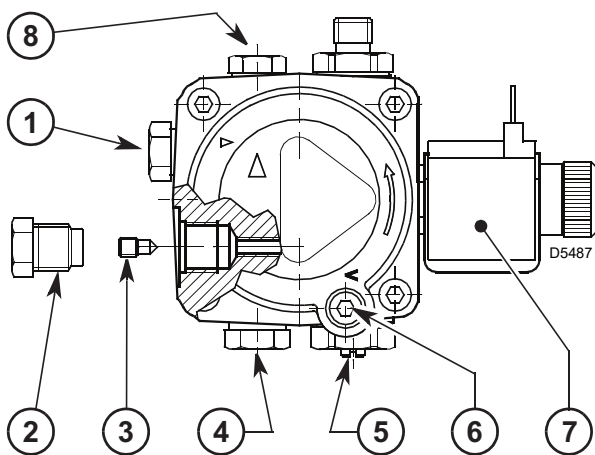
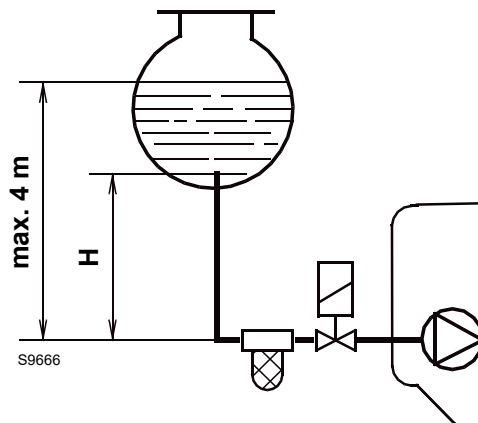

Abb. 16
Abb. 17
Je nach dem, ob die Leitungen rechts oder links vom Brenner austreten, muss sowohl die Befestigungsplatte 1) als auch der Abschlusswinkel 2) vertauscht werden (Abb. 17).
Der Stopfen der Saugleitung 1)(Abb. 16) besteht aus Kunststoff. Nach seinem Entfernen darf er nicht wieder verwendet werden.
Die Pumpe verfügt über ein Regelelement des Auslassdrucks 4)(Abb. 16). Der Druck wird durch Rechtsdrehung erhöht und durch Drehung in die andere Richtung reduziert. Das Ansprechvermögen ist ca. 1 bar pro Drehung. Der Druck kann zwischen 8 und 15 bar eingestellt werden.
- Stellen Sie bei Bedarf den Druck durch Betätigen der Schraube 5)(Abb. 16) neu ein.
Die unter Druck stehenden Einrohranlagen (Abb. 17) haben einen positiven Druck des Brennstoffs am Brenneingang.
Für den Einstrang-Betrieb ist es notwendig, den Rücklaufstopfen 2)(Abb. 16) zu entfernen, die By-pass Schraube 3)(Abb. 16) zu entfernen und den Stopfen 2)(Abb. 16) mit einem Anzugsmoment von 0,5 Nm wieder aufzuschrauben.
Für die Anlage in Abb. 17 sind die ungefähren Höchstlängen der Zuleitung in Abhängigkeit vom Höhenunterschied, der Länge und des Durchmessers der Kraftstoffleitung in der Tabelle angegeben.
In der Anlage von Abb. 17 genügt es, den Anschluss des Vakuummessers 6)(Abb. 16) zu lösen und das Austreten des Brennstoffs abzuwarten.